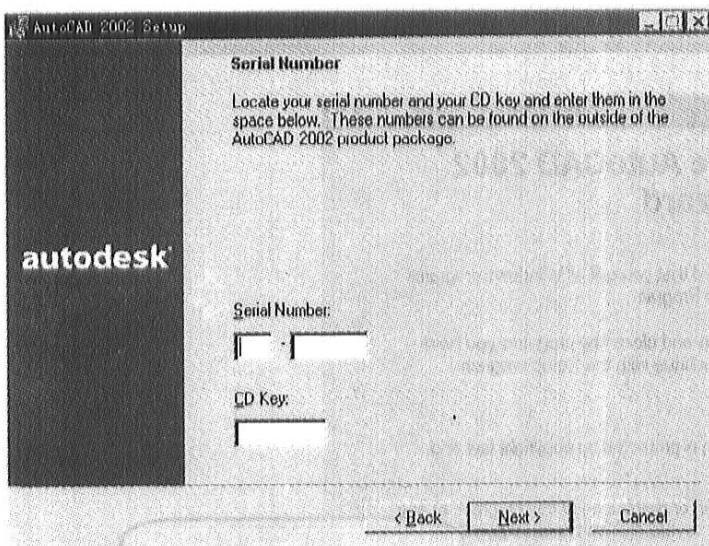

图 1-4 输入软件序列号和光盘密码
5) 接下来安装程序要求输入您所购买的 Serial Number (软件序列号) 和 CD Key (光盘密码)，如图 1-4 所示。该序列号和密码可以在您所购买软件的资料内找到。输入完成后，单击“Next”按钮进入下一步。